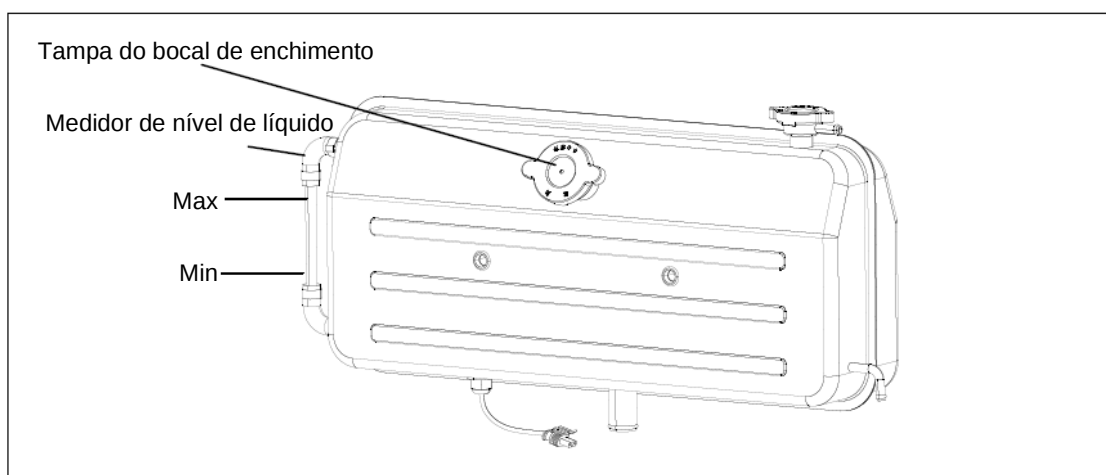

Figura 5-9 Tanque de expansão de água
- Inspeção o nível do fluido de arrefecimento do motor. Consulte a figura 5-9.